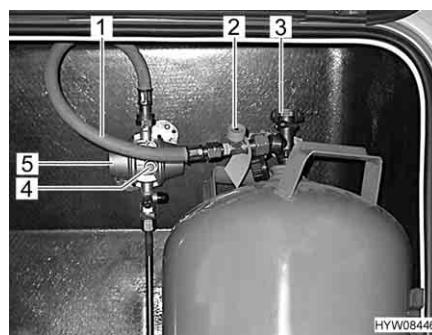

Fig. 52 Vano portabombole
- Chiudere la valvola principale di arresto (Fig. 52,3) della bombola del gas. Osservare la direzione della freccia.
- Svitare manualmente il tubo del gas (Fig. 52,1), dalla bombola del gas (filettatura sinistrorsa).
- Premere con forza il dispositivo antirottura della tubazione (Fig. 52,2) e tenerlo premuto per ca. 5 secondi.
- Premere con forza il pulsante verde (Fig. 52,4) del regolatore di pressione del gas (Fig. 52,5) e tenerlo premuto per ca. 5 secondi. La sorveglianza della pressione è attivata.